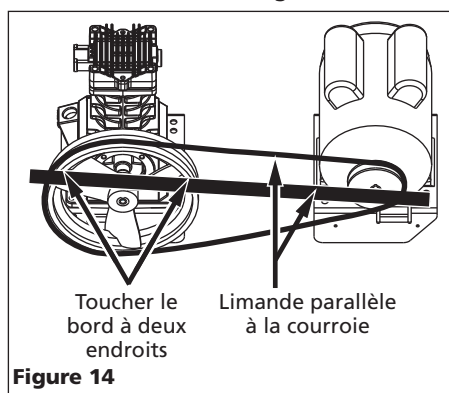

Figure 14
- e. Pour aligner la courroie, placer une limande contre la face du volant, touchant le bord à deux endroits (voir la Figure 14).
- f. Ajuster le volant ou la poulie du moteur afin que la courroie soit parallèle à la limande (voir la Figure 14).